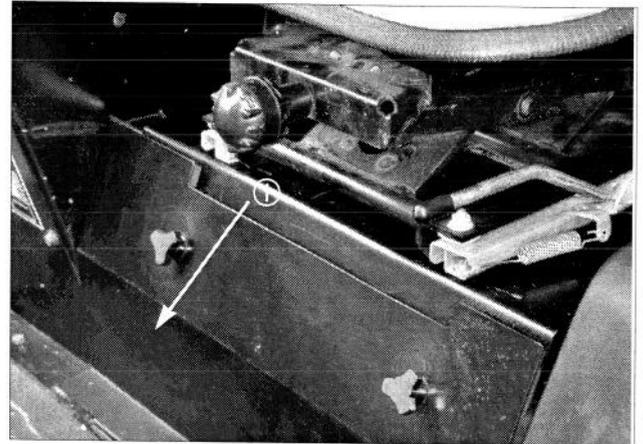

Figure 6
AVANT (Fig. 6 & 7)
2. Retirer le panneau d'accès (Fig. 6) à l'avant du siège pour exposer l'essieu avant/la jauge.